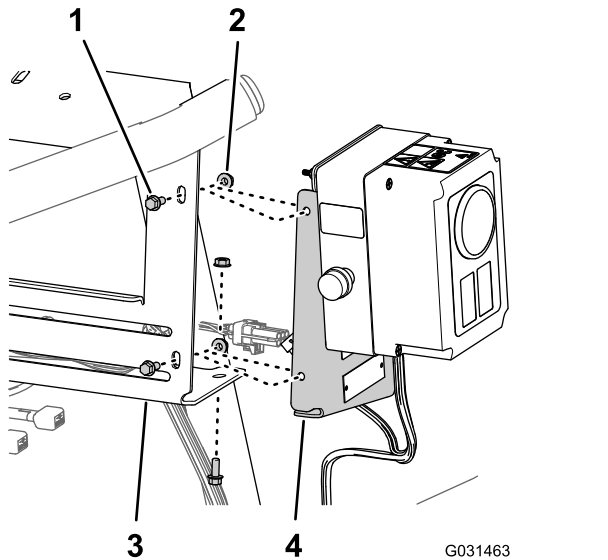

图 19
1. 拧下将控制箱安装板固定至喷水阀歧管安装架的 3 个凸缘头螺栓 $\frac{1}{4} \times \frac{5}{8}$ 英寸和 3 个锯齿凸缘螺母 $\frac{1}{4}$ 英寸 图 19。
2. 将安装板与歧管安装架分开 图 19。